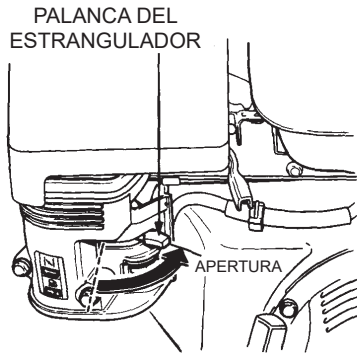

Figura 14. Palanca del estrangulador (abierta)
7. Si el motor ha arrancado y la palanca del estrangulador se ha movido a la posición **cerrada** para arrancarlo, muévala gradualmente a la posición **abierta** (Figura 14) a medida que el motor se calienta. Si el motor no ha arrancado, repita los pasos del 1 al 6.